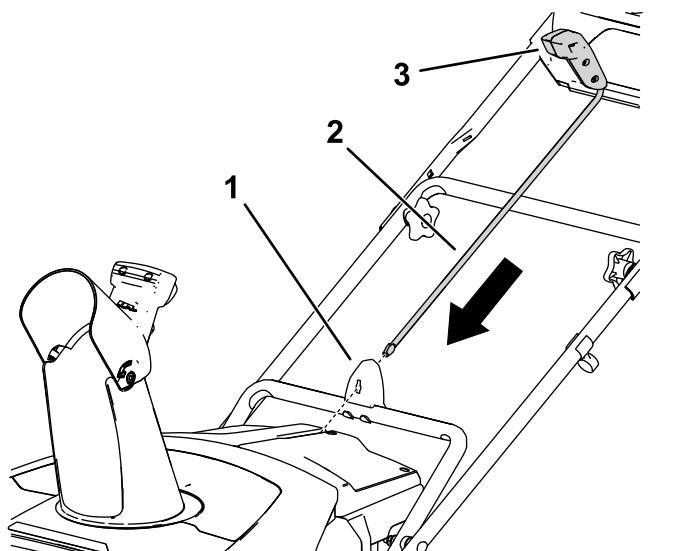

図 8
1. シートが前を向いていることを確認する図 8。
2. ハンドルを前に向けた状態で、シート制御ロッドをガイドに取り付け、カチッと音がするまで押し下げる(図 8)。